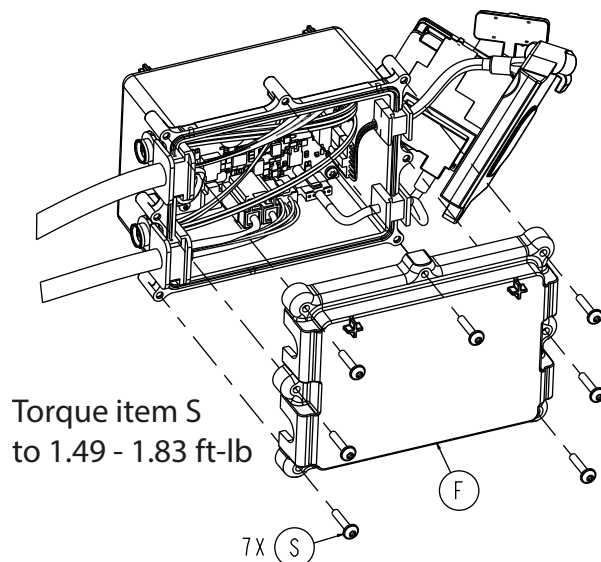

Figure 97 – Retirer les vis du couvercle supérieur HBC
27. À l'aide d'une clé Torx T20, retirer les sept vis de taraudage à tête ronde à embase (S) qui fixent le couvercle supérieur (F) à l'ensemble de boîtier HBC (Figure 97). Retirer et conserver la housse supérieure. Conserver les vis.